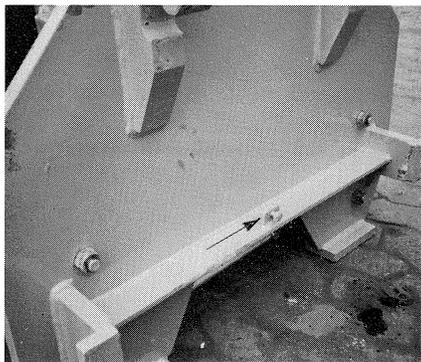

Bild 38
- (1) Anschlagschraube an der Wechselplatte auf festen Sitz kontrollieren (Bild 38/Pfeil).
Die Anschlagschraube (Bild 38/Pfeil) muß den Schaltzapfen des E-Schalters so weit eindrücken, daß der Schaltpunkt erreicht ist. Den Leerweg des E-Schalters nicht überschreiten, da sonst der E-Schalter zerstört wird.